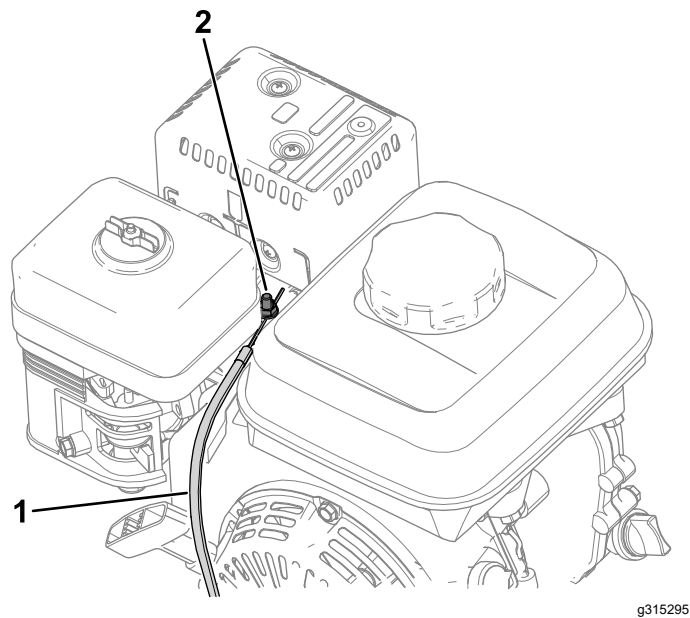

Figura 39
- Afloje el tornillo en la abrazadera del conducto del cable (Figura 39).